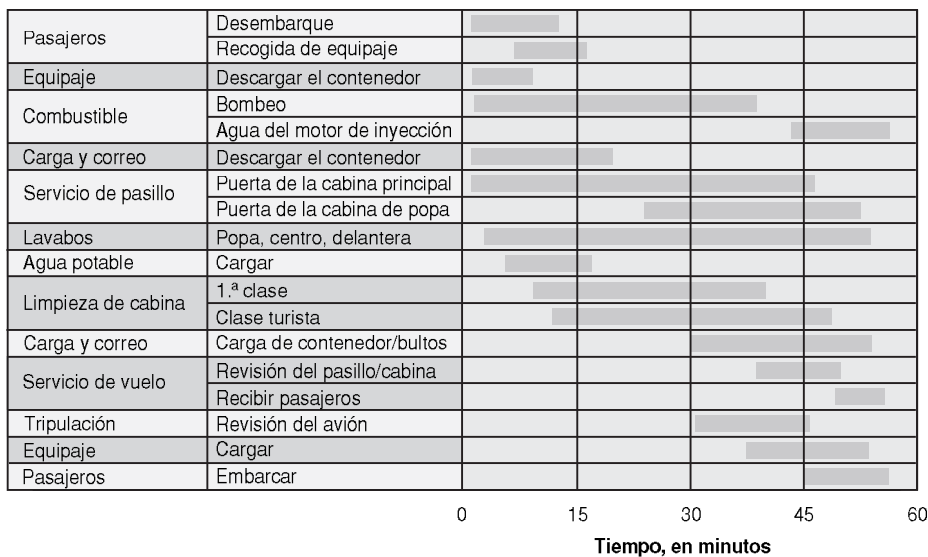

FIGURA 3.4 ■ Actividades de servicio en un reactor comercial, durante una escala de 60 minutos
Un herramienta habitual para la programación de proyectos es el diagrama de Gantt. Los **diagramas de Gantt** son herramientas de bajo coste que ayudan a los directores a asegurarse de que (1) todas las actividades están planificadas, (2) su orden de realización se tiene en cuenta, (3) se han indicado las estimaciones de duraciones de las actividades, y (4) se ha estimado la duración global del proyecto. Como muestra la Figura 3.4, los diagramas de Gantt son fáciles de entender. Se dibuja una barra horizontal para cada activi-
A Dennis Dettro, el director de operaciones de Delta en el Aeropuerto Internacional de Orlando, le gusta llamar a la operación de carga y descarga "una sinfonía bien dirigida". Al igual que el personal de los boxes espera a un coche de carreras, el personal entrenado espera al vuelo 199 con carros para equipajes, remolques, grúas hidráulicas de carga, un camión para cargar comidas y bebidas, otro para elevar al personal de limpieza, otro para echar combustible y un cuarto para vaciar el agua. La "orquesta" normalmente trabaja con tanta armonía que la mayoría de los pasajeros no sospecha las proporciones del esfuerzo. Los diagramas de Gantt como el de la Figura 3.4 ayudan a la compañía aérea Delta, y a otras líneas aéreas, mediante la asignación de personal y la programación necesaria, a interpretar esta sinfonía.
La Figura 3.5 ilustra ambos enfoques para una pequeña parte del gráfico de Gantt de las operaciones de la compañía aérea (en la Figura 3.4). Los ejemplos ofrecen una base para comprender seis relaciones comunes de las actividades en las redes. En la Figura 3.5(a), la actividad A debe terminarse antes de que se inicie la actividad B, y B, a su vez, debe terminarse antes de empezar C. La actividad A podría representar “el desembarco de los pasajeros”, mientras que B podría ser la “limpieza de la cabina” y C el “embarque de nuevos pasajeros”.